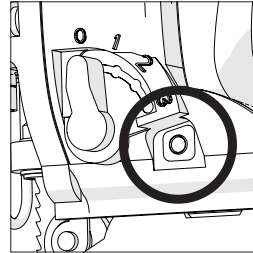

Abb. 12
- Den 'Gebläse'-Schiebeschalter ganz nach rechts (vom Bediener aus gesehen) schieben (**Abb. 12**)